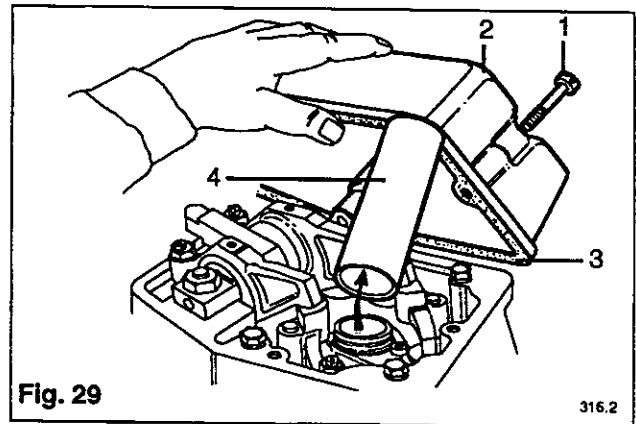

Fig. 29
Dévisser les quatre vis (1) du cache-culbuteur (2), déposer le cache-culbuteur puis décoller et mettre au rebut le joint usagé (3). Extraire le tube (4) de la bougie de la douille de la bougie (Fig. 29).